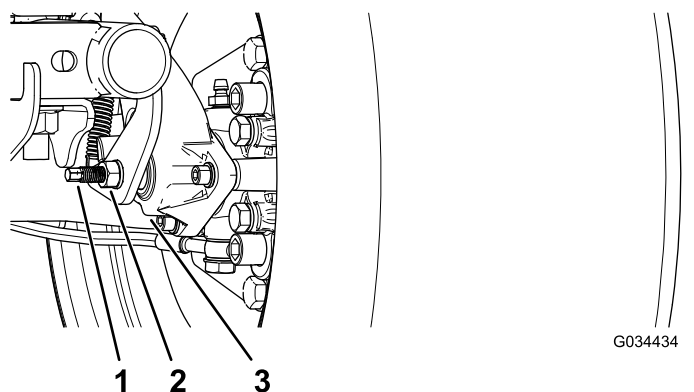

图 49
3. 使用 2 个扳手用 1 个扳手控制住制动盘上的调节杆用另一个扳手将锁紧螺母拧松 1/4 圈 图 49。
4. 在将调节杆和锁紧螺母固定在位的同时旋入调节杆直至旋紧 图 49。
5. 在将调节杆和锁紧螺母固定在位的同时向回倒旋 1/4 圈 图 49。
6. 在将调节杆和锁紧螺母固定在位的同时拧紧锁紧螺母 图 49。